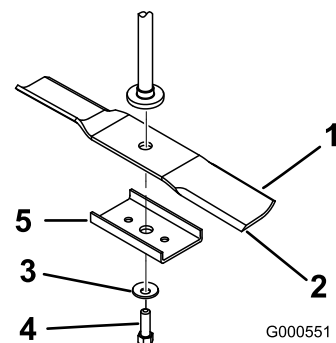

Figure 48
Tenez la lame par son extrémité avec un chiffon ou un gant épais. Enlevez de l'axe le boulon, la rondelle bombée, le renfort et la lame de l'axe (Figure 48).
1. Placez la lame sur l'axe (Figure 48).
2. Montez le renfort, la rondelle bombée (face concave vers la lame) et le boulon de lame (Figure 48).